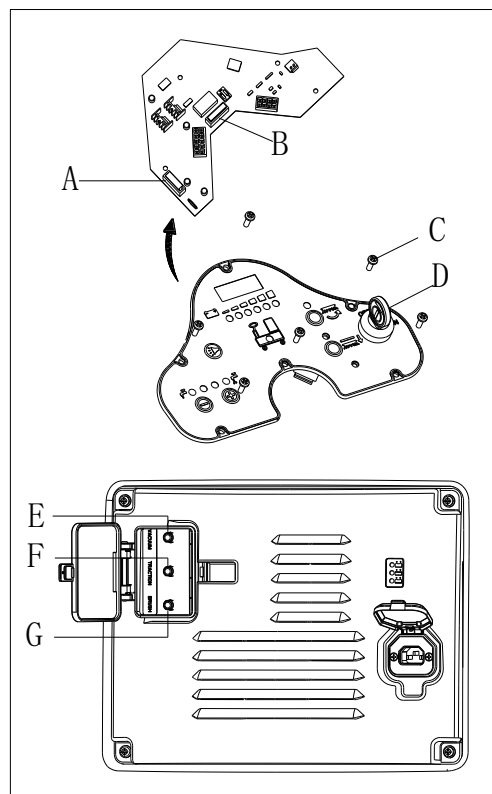

Figure 24
1. Tourner la clé de contact (D, Figure 24) vers « arrêt ».
3. Dévisser les vis (C) sur le panneau de contrôle et puis tourner le PCBA pour trouver le fusible (A et B).